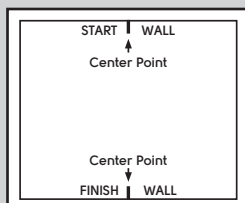

Fig. 1
1. Patroonlay-out: Meet de kamer om het middelpunt op de startmuur en eindmuur te vinden (Fig. 1)